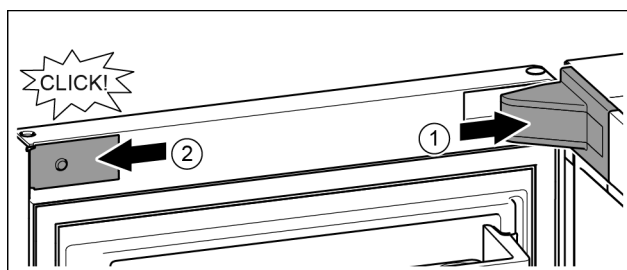

Fig. 18
- ▶ Nasadíte kryt ložiskovej konzoly a zaistíte, príp. opatrne roztlačíte. Fig. 18 (1)
- ▶ Z boku nasadíte a zaistíte kryt. Fig. 18 (2)